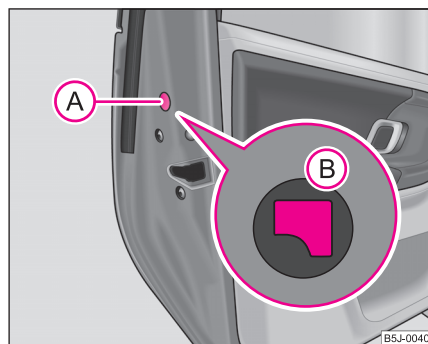

Abb. 24 Notverriegelung der Tür
- Bauen Sie die Blende A ab ⇒ Abb. 24.